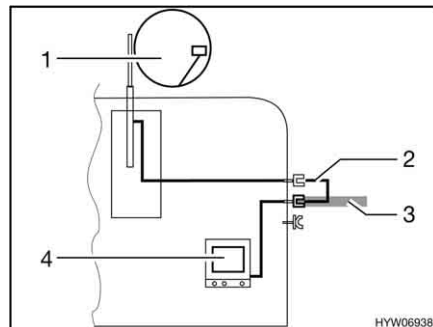

Bild 102 TV i fordonet
- TV i fordonet (Bild 102,4): Anslutning till takantenn (Bild 102,1) med anslutningskabel (Bild 102,2)
- TV i fordonet (Bild 102,4): Anslutning till extern antenn (Bild 102,3)